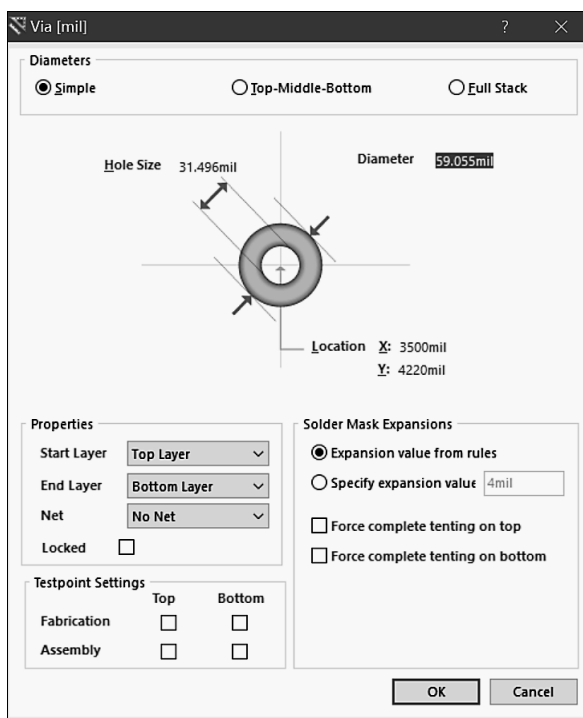

图 8-1-5 Via 对话框
(1) 在 Wiring 工具栏中选择放置过孔按钮 ，或执行菜单命令 Place→Via，准备放置过孔。
(2) 按【Tab】键，打开如图 8-1-5 所示的 Via 对话框。该对话框用来设置过孔的属性，其中 Properties 区域中的 Start Layer 下拉菜单用于设置过孔的起始 PCB 板层，End Layer 用于设置过孔的终止 PCB 板层。对话框中的其余选项与 Pad 对话框中相应的选项功能相同，读者可参考 Pad 对话框中的相关介绍。